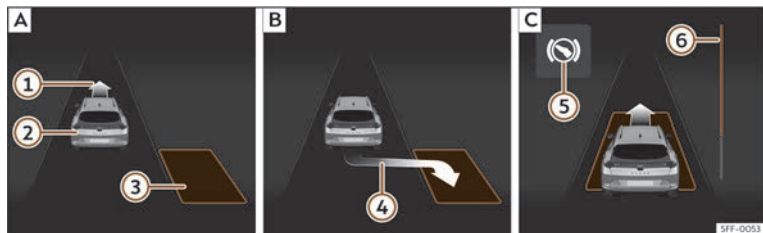
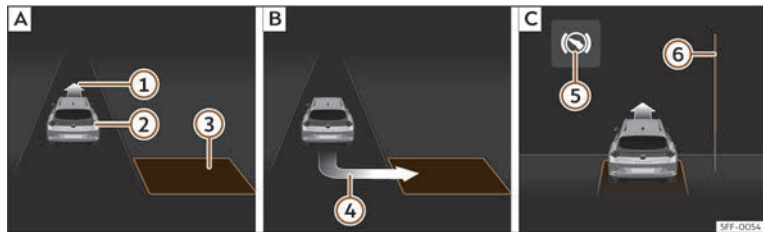

Fig. 151 A la pantalla del quadre d'instruments: aparcar en línia. **A**: Cercar un espai d'aparcament. **B**: Posició per aparcar. **C**: Maniobrar.
Fig. 152 A la pantalla del quadre d'instruments: aparcar en bateria. **A**: Cercar un espai d'aparcament. **B**: Posició per aparcar. **C**: Maniobrar.
- Mireu la visualització de la pantalla del quadre d'instruments si s'ha detectat l'espai en qüestió com a "apropiat" i si s'ha arribat a la posició correcta per aparcar-hi >>> **fig. 151 B** o
>>> **fig. 152 B**. L'espai es considera "apropiat" si a la pantalla del quadre d'instruments hi apareix la indicació d'aparcar **4**.
- Retrocediu fins que soni el senyal continu del ParkPilot; **O BÉ:** retrocediu fins que a la pantalla del quadre d'instruments aparegui la indicació de fer marxa endavant >>> **fig. 151**  o >>> **fig. 152** ; **O BÉ:** retrocediu fins que a la pantalla del quadre d'instruments aparegui el missatge **Park Assist finalizado**. La barra de progrés  indica la distància que cal recórrer.
- Feu marxa endavant fins que soni el senyal continu del ParkPilot; **O BÉ:** feu marxa endavant fins que a la pantalla del quadre d'instruments aparegui la indicació de fer marxa enrere. El sistema d'aparcament assistit dirigeix el vehicle marxa endavant i marxa enrere fins a centrar-lo en l'espai buit >>> **fig. 151**  o >>> **fig. 152** .
La barra de progrés >>> **fig. 151**  i >>> **fig. 152**  mostra simbòlicament a la pantalla del quadre d'instruments la distància relativa que queda encara per recórrer. Com més gran és la distància, més plena és la barra de progrés. En circular marxa endavant, el contingut de la barra de progrés disminueix cap amunt, i en circular marxa enrere, disminueix cap avall.